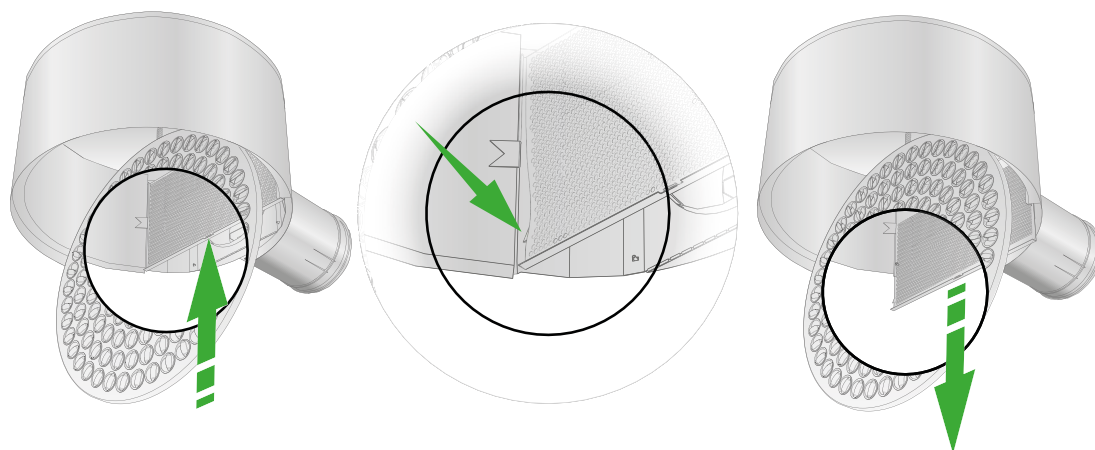

Figure 3. Dismantling of perforated air distribution plate.
- Détacher la tôle perforée de répartition de l'air côté entrée comme illustré à la figure 3.
La portée $l_{0,2}$ est indiquée dans les diagrammes de dimensionnement destinés aux réglages standards des disques (diffusion tourbillonnaire dans le sens des aiguilles d'une montre). Si un réglage différent s'impose, se reporter au tableau 2. Voir aussi la figure 3 (Réglage des disques) à la rubrique Dimensions et poids.